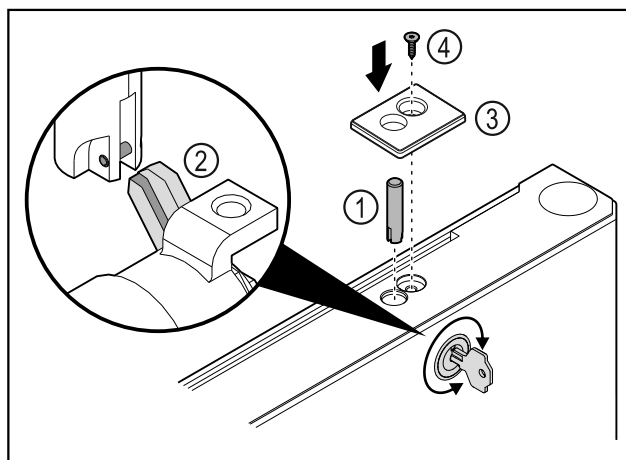

Fig. 37
- Inserire il perno della serratura Fig. 37 (1).
- Ruotare leggermente la serratura in modo che il rispettivo perno Fig. 37 (2) si innesti nella fessura della serratura.
- Inserire la copertura Fig. 37 (3).
- Inserire la vite Fig. 37 (4).